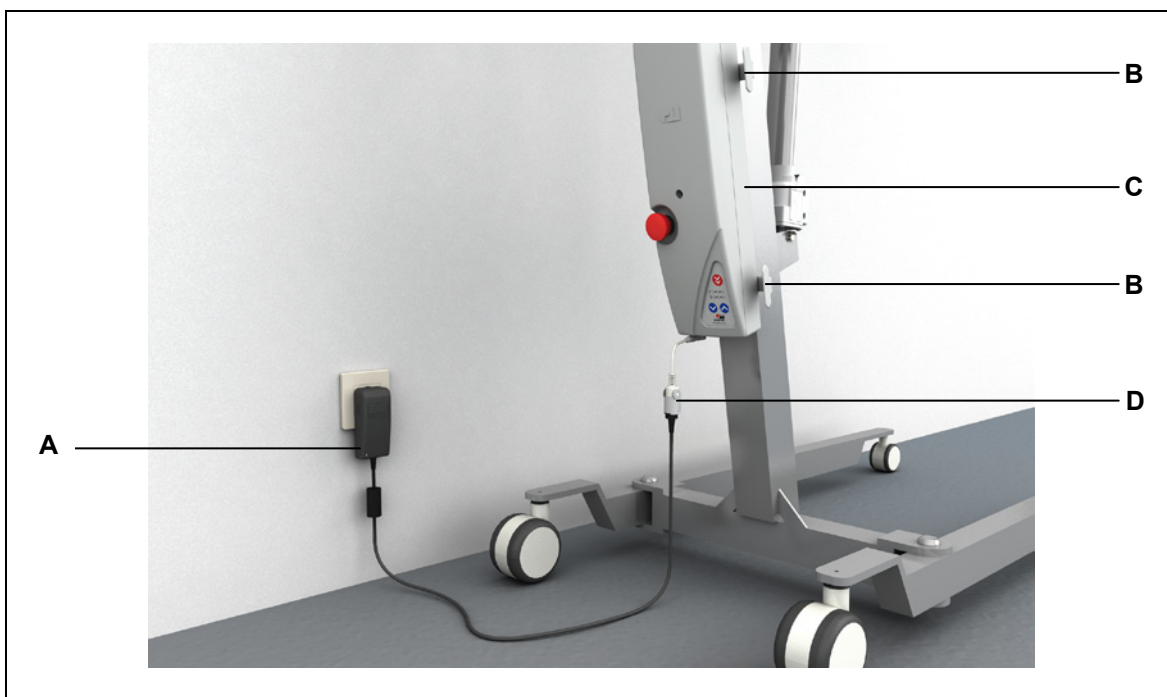

Abbildung 14 Laden der ACCUCONTROL mit PLUG-IN CHARGER
- Laden Sie die *ACCUCONTROL* nur wie in Abbildung 13 oder Abbildung 14 (Seite 32 und 33) gezeigt.
- 4** Schließen Sie den PLUG-IN CHARGER an die Anschlussleitung mit Verriegelungskappe (**D**), wie in Abbildung 14 gezeigt.